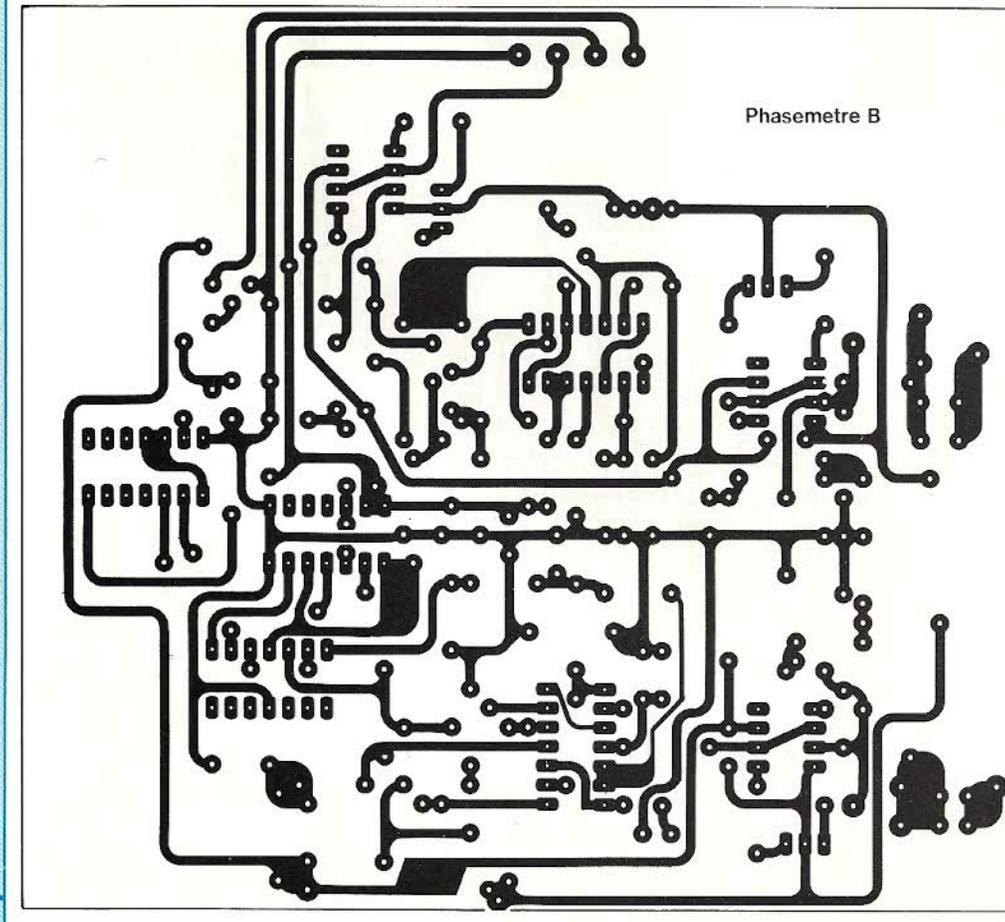

Fig. 9
**A**u niveau réalisation, seule la carte alimentation vous a été proposée. Celle-ci, câblée et vérifiée au niveau des différentes tensions, on continue avec la carte principale (figures 9 et 10).